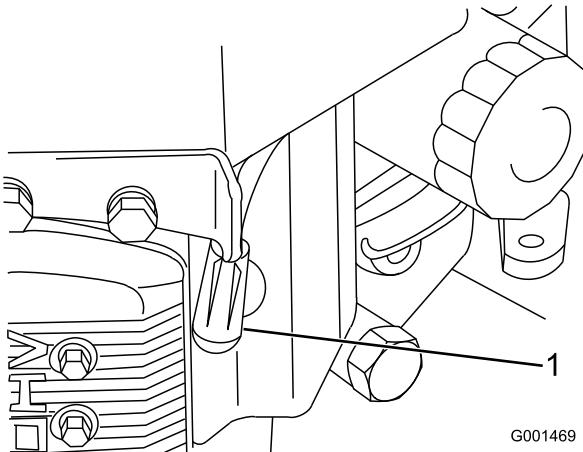

Figura 30
- Desconecte los cables de las bujías (Figura 30).